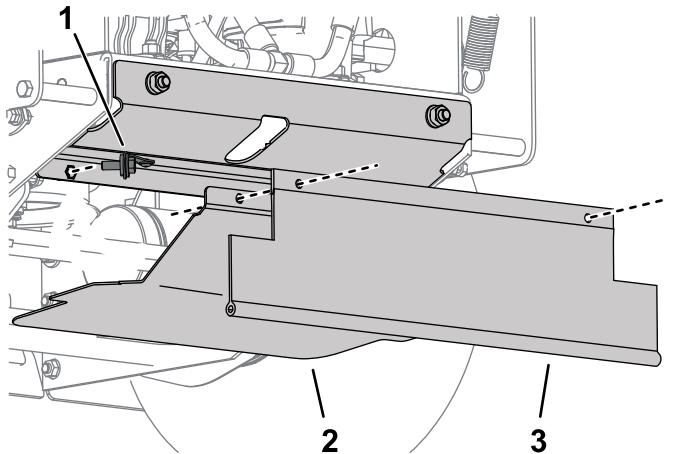

Figura 9
7. Effettuate un montaggio di prova della protezione del sottoscocca e regolate la posizione della protezione della puleggia motrice se necessario (Figura 9).
8. Montate la protezione del sottoscocca e la protezione a contatto sulla protezione della puleggia motrice e fissatele con i bulloni bloccati dai cordoni sulla protezione della puleggia motrice (Figura 9).